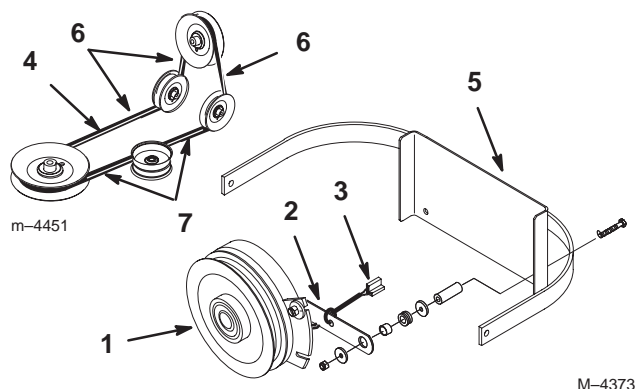

Figure 68
2. Retirez la barrette de retenue de l'embrayage du bâti de la machine et débranchez la borne de l'embrayage du faisceau de câblage (Fig. 68).
3. Déposez la courroie d'entraînement de PdF de l'ensemble bras de tension arrière et poulie de tension avant. Déposez la courroie d'entraînement de PdF (Fig. 68).
4. Installez la courroie d'entraînement neuve sur l'embrayage, autour de la poulie de tension arrière, dans l'ensemble bras de tension arrière, dans l'ensemble poulie de tension avant et sur la poulie centrale supérieure (Fig. 68).
Important Vérifiez le vrillage de la courroie entre les poulies. Il doit être conforme aux spécifications de la Figure 68.
5. Posez la barrette de retenue de l'embrayage et branchez la borne de l'embrayage au faisceau de câblage (Fig. 68).